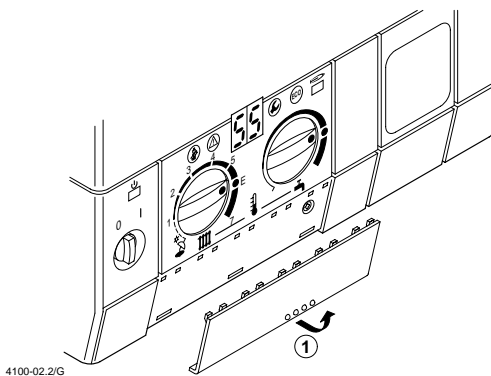
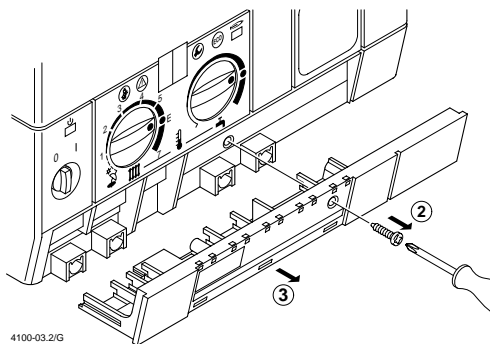

Bild 6 Blende abnehmen
Bild 7 Abdeckung abnehmen
- ▶ Abdeckung (Bild 7) und Blende (Bild 6) montieren.
- ▶ Blende abnehmen (Bild 6).
- ▶ Abdeckung abnehmen (Bild 7).